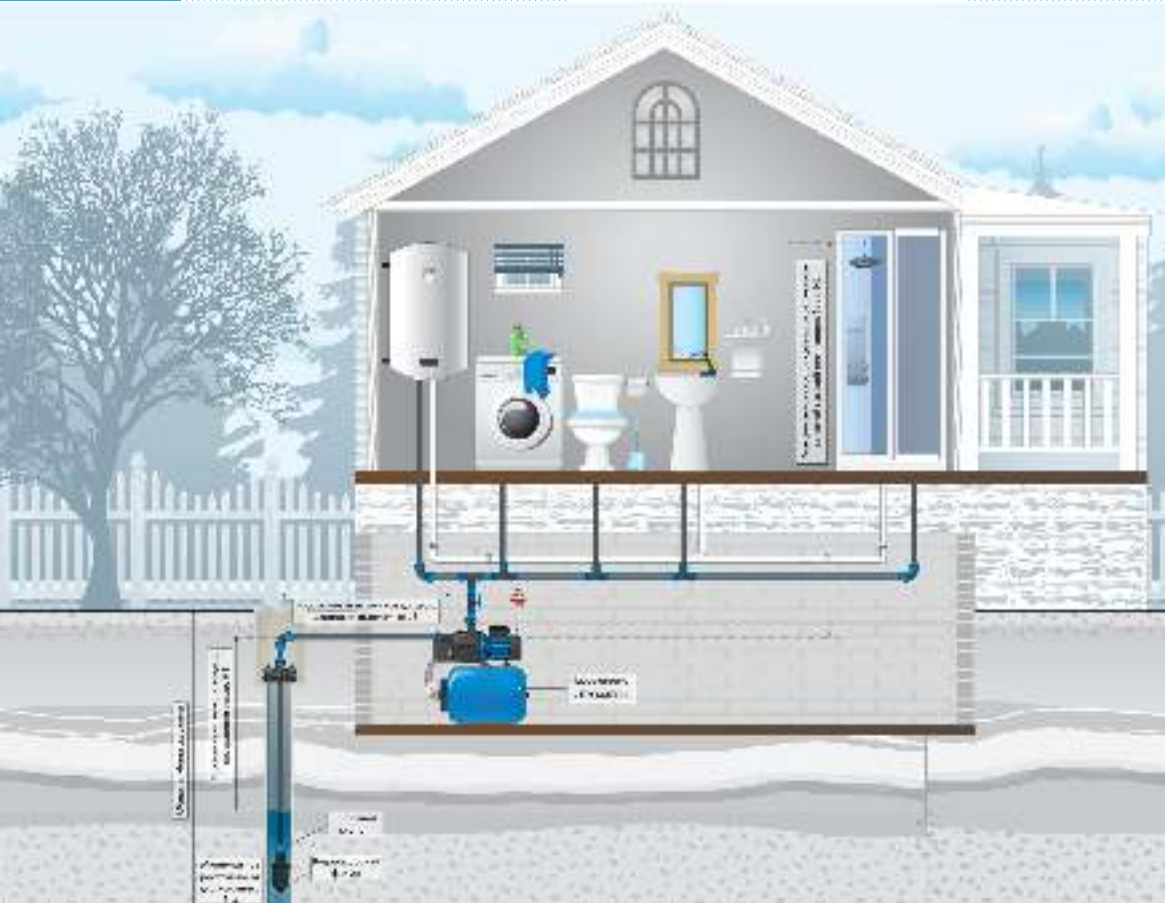

Рисунок 5
Чтобы правильно подобрать поверхностный насос или насос-автомат, необходимо иметь информацию об источнике водоснабжения (рисунок 5) и о максимальном объеме потребляемой воды (таблица 1).
**S** - Расстояние от источника до места установки автоматики (по горизонтали), м (рисунок 5);